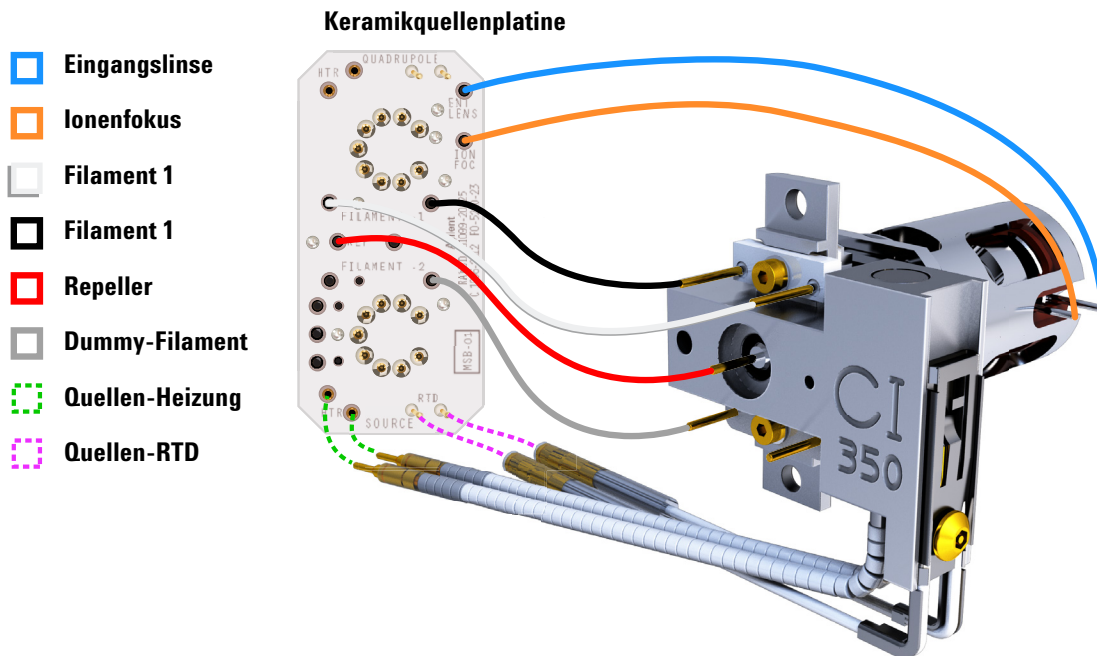

Abbildung 77. Verkabelung zwischen der Keramikquellenplatine und der Quelle
- 1 Verwenden Sie eine Zange, um die Kabelverbindungen der Keramikplatine (rot, weiß, schwarz und grau) an den Verbindungsstücken der Quelle anzuschließen oder zu lösen. (Siehe **Abbildung 77**.)
- 2 Verwenden Sie eine Zange, um die Kabelverbindungen der Quellenheizung an der Keramikquellenplatine anzuschließen oder zu lösen. (Siehe **Abbildung 77**.)